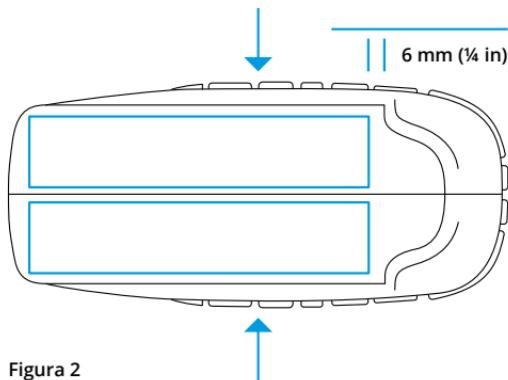

Figura 2
1. Aplique una fina capa de adhesivo instantáneo de cianoacrilato (comúnmente denominado "Super Glue") en la superficie de unión de la suela de goma. El adhesivo debe estar a 6 mm ( $\frac{1}{4}$  in) de distancia del borde de los huecos para los dedos, consulte la Figura 2.
3. Apriete las dos mitades de la suela de goma en la dirección indicada por las flechas en la Figura 2.